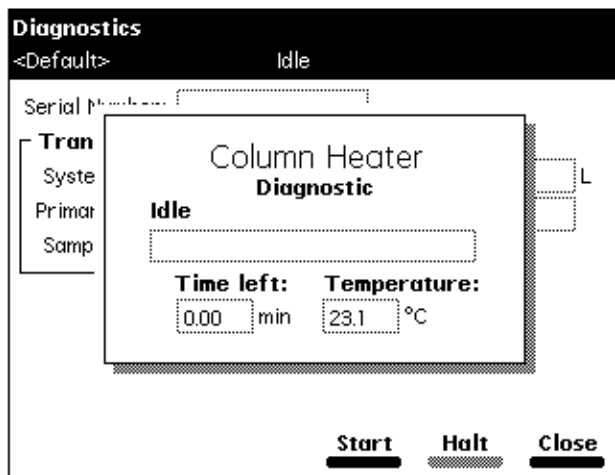

图 8-21 色谱柱加热器诊断屏幕
1. 选择 Other Diagnostics（其它诊断）屏幕中的 **Column heater**（色谱柱加热器），然后按 **OK**（确定）。出现 Column Heater（色谱柱加热器）测试屏幕（图 8-21）。